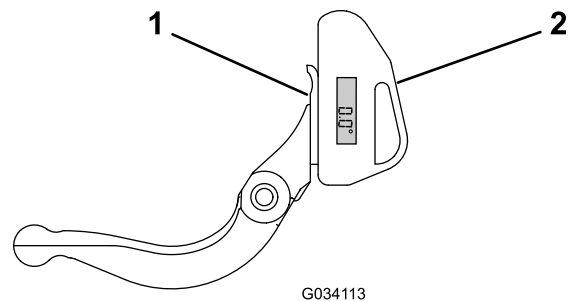

Figura 22
- Amplasai indicatorul de unghi în partea inferioară a contracuitului, conform indicațiilor din Figura 22.